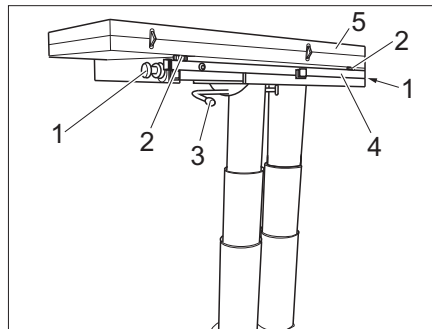

Fig. 110 Agrandir la table
- Desserrer les vis moletées (Fig. 110,1) des deux côtés.
- Basculer le levier de verrouillage (Fig. 110,3) vers la gauche. La table à hauteur réglable est déverrouillée.
- Sortir l'infrastructure de la table (Fig. 110,4).
- Déplier la moitié de table (Fig. 110,5).
- Régler la hauteur souhaitée du plateau de la table à l'aide des deux vis de réglage (Fig. 110,2).
- Basculer le levier de verrouillage (Fig. 110,3) vers la droite. La table à hauteur réglable est verrouillée.
- Desserrer le levier de verrouillage (Fig. 110,3).
- Replier la moitié de table (Fig. 110,5).
- Visser les deux vis de réglage (Fig. 110,2).
- Insérer l'infrastructure de la table (Fig. 110,4).
- Resserrer à fond les vis moletées (Fig. 110,1) des deux côtés.
- Basculer le levier de verrouillage (Fig. 110,3) vers la gauche. Le verrouillage est ouvert.
- Le cas échéant, visser les vis de réglage (Fig. 110,2).